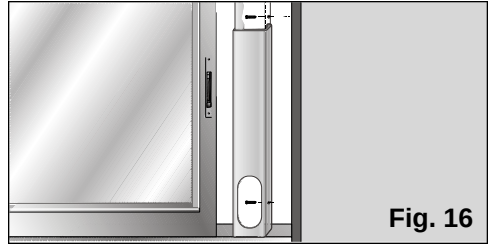

Fig. 16
- Para o poder fixar à janela / terraço, dispõe de dois orifícios laterais. Por meio de dois parafusos (não incluídos com o acessório), o utilizador poderá fixá-lo ao caixilho ou à parede sem perigo de que este se mova ou caia da sua posição, **Fig. 16.**